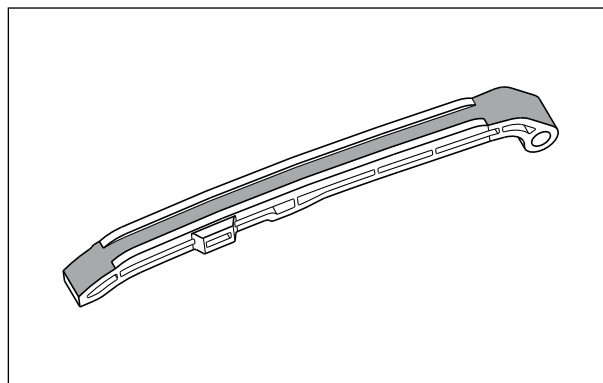

Fig. 3.73
- Inspeção o tensor da corrente de distribuição quanto a qualquer distorção, danos, cortes ou rachaduras. Se observar qualquer irregularidade conforme descrito, substitua por um novo. (Fig. 3.73)